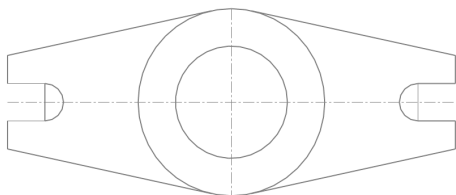

图 3-30 缩放草图对象
(5) 单击【确定】按钮, 退出草图绘制环境, 即可对草图进行缩放操作, 效果如图 3-30 所示。